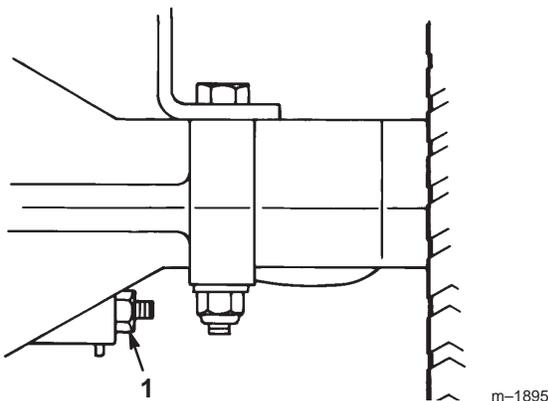

Figure 19
Le frein se trouve du côté droit de l'essieu arrière, à l'intérieur du pneu arrière (Fig. 19). Si le frein ne tient pas ou si la puissance de freinage est insuffisante, un réglage est nécessaire.
2. Pour augmenter la résistance de freinage, serrez l'écrou de réglage du frein (Fig. 19) de 1/8 de tour vers la droite, puis contrôlez de nouveau le frein. Alternez les serrages et les contrôles jusqu'à ce que le frein soit bien réglé.